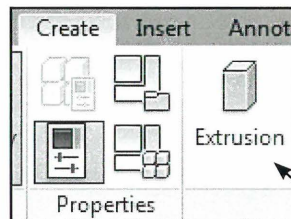

Fig. 09.04. Create - Extrusion.
- Vælg *Create* - *Extrusion* (Fig. 09.04).